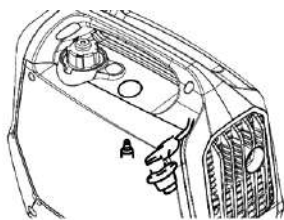

Рис. 25
- Снимите высоковольтный колпачок со свечи зажигания, удалите грязь вокруг свечи и выверните свечу при помощи свечного ключа, модель **GDA 2500Si** (Рис. 25), модель **GDA 4500SEi** (Рис. 26).